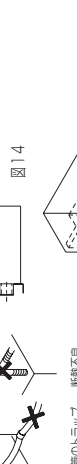

図14
- ドレンアップメカ本体①の排水口と、硬質塩ビパイプVP20 (単手配) を塩化ビニル樹脂材にて被覆し、確実に水漏れの無いよう接続してください。…図14
- 接続部はツギ子③を巻き付けてください。…図14